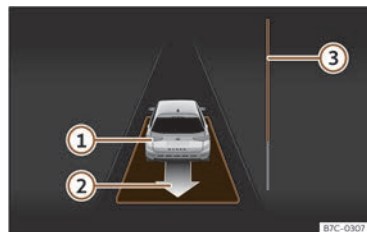

Fig. 138 Sur l'écran du combiné d'instruments : sortir d'une place de stationnement en créneau.
- Reculez jusqu'à ce que retentisse le signal continu du ParkPilot ; **OU** : reculez jusqu'à ce que l'indication de passer en marche avant apparaisse sur l'écran du combiné d'instruments. La barre de progression >>> **fig. 138** ③ indique la distance à parcourir.